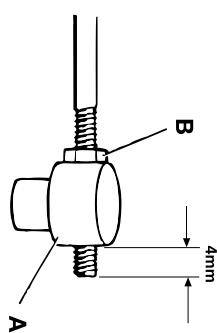

Fig. 8
- Thread the pivot on to the rod until 4 mm of the rod protrudes (see fig. 8). Secure the pivot by tightening the nut. (B fig. 8)
- Gångna nippeln på kabeländen tills 4 mm av gångan sticker ut. Säkra nippeln genom att draga åt muttern (B fig. 8).